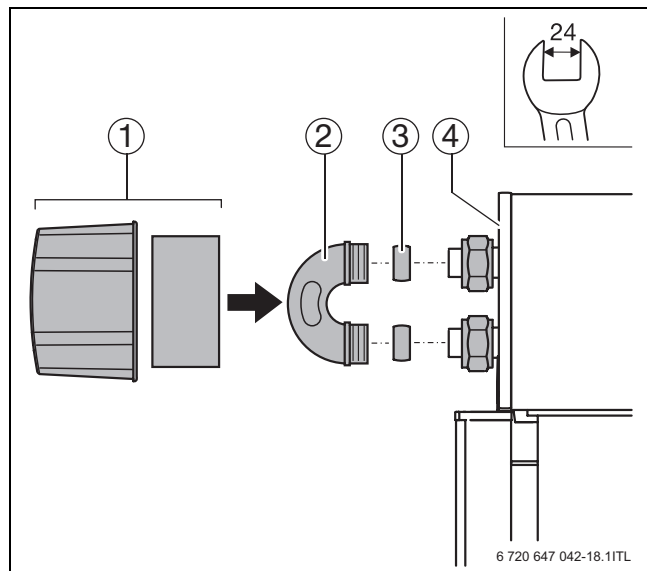

Fig. 41 Montaje tubo acodado de realimentación y caperuza protectora
- Montar en el último colector el tubo acodado de realimentación (→ fig. 41, pág. 28).